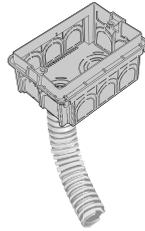

Fig. 10
- Positionner le moniteur de la manière suivante : placer le moniteur sur la plaque d'accrochage en le maintenant légèrement soulevé ; en appuyant sur la façade, exercer ensuite une légère pression vers le bas jusqu'à l'enclenchement (Fig.10).